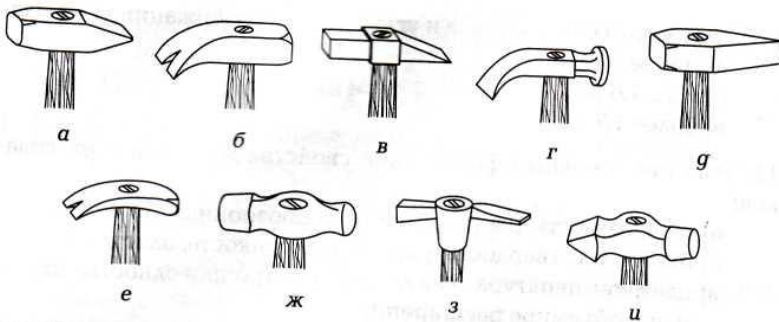

Рис.1.1
**9. Какие из молотков, представленных на рис. 1.1, используются в работе слесаря?**